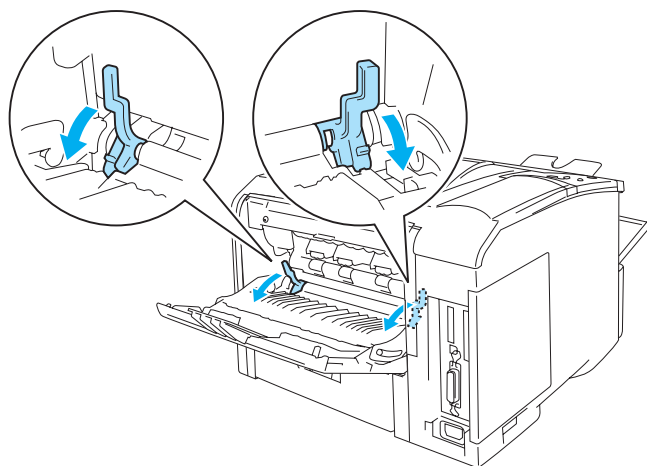

Figure 1-4
- Allez à l'onglet **Elémentaire** du pilote d'imprimante puis sélectionnez **Enveloppes** dans l'option **Type de support**. Ensuite, ouvrez le plateau d'éjection arrière à l'arrière de l'imprimante et abaissez les deux languettes bleues situées sur la gauche et sur la droite (comme illustré dans la Figure 1-4). Quand vous avez terminé d'imprimer, fermez le plateau d'éjection arrière pour ramener les languettes bleues à leur position d'origine.